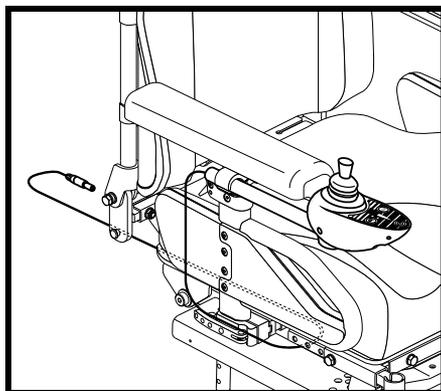

Figura 15. Percorso del cavo
7. Portare il cavo della centralina davanti alla base di alimentazione e ricollegare la centralina. **Vedere figura 15.**
12. Portare il cavo della centralina davanti alla base di alimentazione e ricollegare la centralina. **Vedere figura 15.**